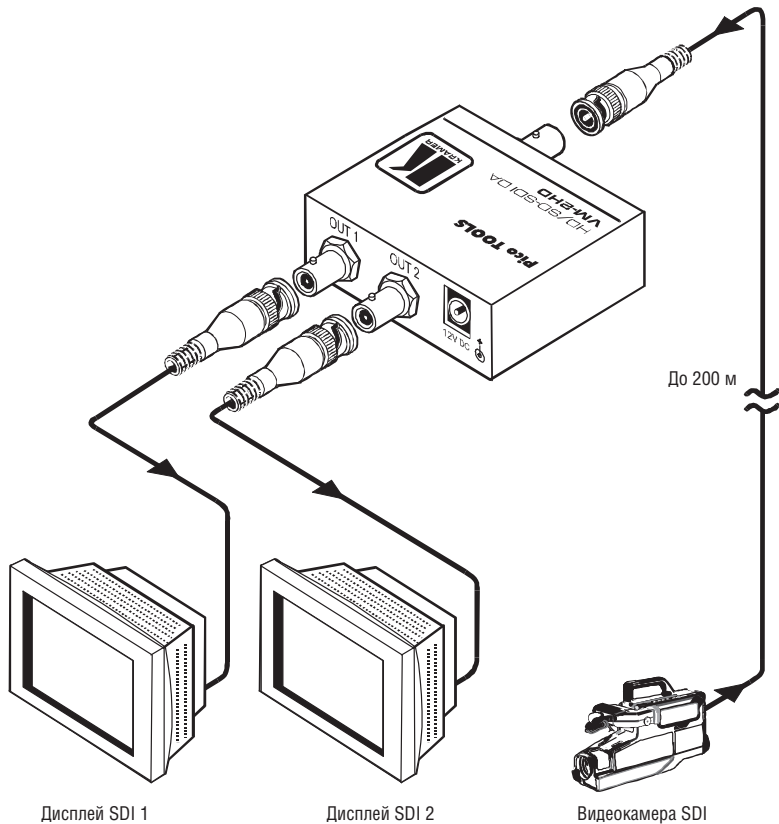

Рис. 2. Подключение источника и приемников сигнала
Для подключения к **VM-2HD** источников и приемников сигнала (рис. 2):
3. Подключите выход источника питания к разъему питания 12V DC, а источник питания вставьте в розетку электросети (не показано на рис. 2).